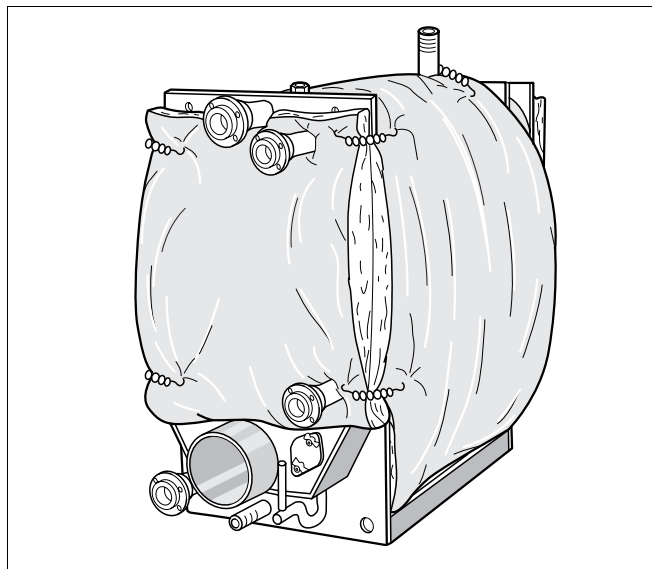

Fig. 6 Fastgøring af varmebeskyttelse på bagvæggen
- Læg varmebeskyttelsen mod kedlens bagvæg, så udskæringerne passer, og fastgør den til den omløbende varmebeskyttelse til højre og venstre med 4 spændefjedre (fig. 6).